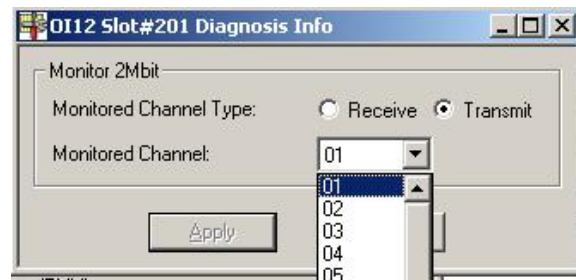

Рисунок 5.2 – Окно Slot #201 Diagnosis Info
4. В появившемся окне Slot #201 Diagnosis Info в поле Monitor 2Mbit установить в меню Monitored Channel номер порта, соответствующего заданию на выполнение лабораторной работы. Нажать кнопку Apply (рисунок 5.2)